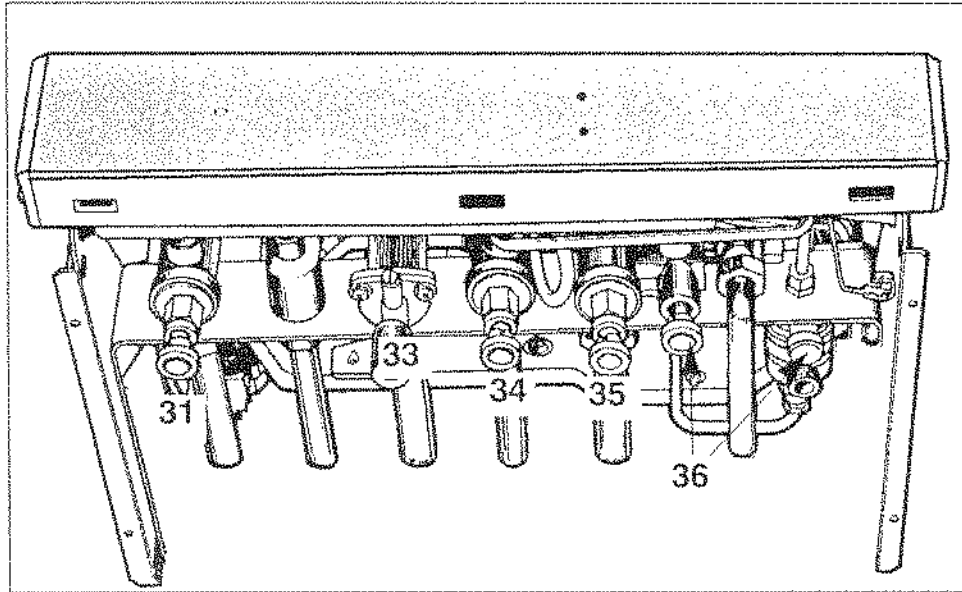

Fig. 14
- Ouvrir le robinet d'eau froide "34" (fig. 14) sur la traverse robinetterie ;
- Vérifier que les robinets départ chauffage "31" (fig. 14), retour chauffage "35" (fig. 14) sont bien ouverts ;
- Ouvrir les 2 robinets de remplissage et d'isolement "36" de couleur grise (fig. 14) ;
- Ouvrir le robinet d'arrivée de gaz "33" (fig. 14) ;